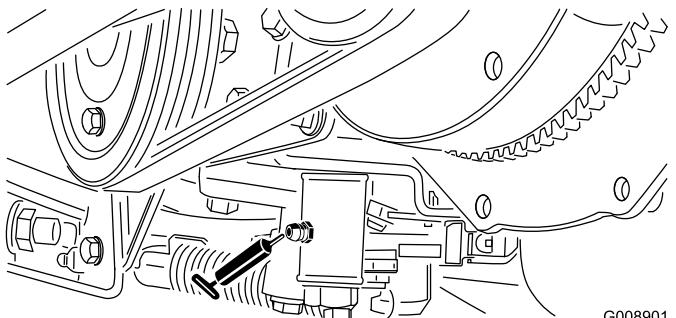

Bild 51
- Leerlaufeinstellung (Bild 51)